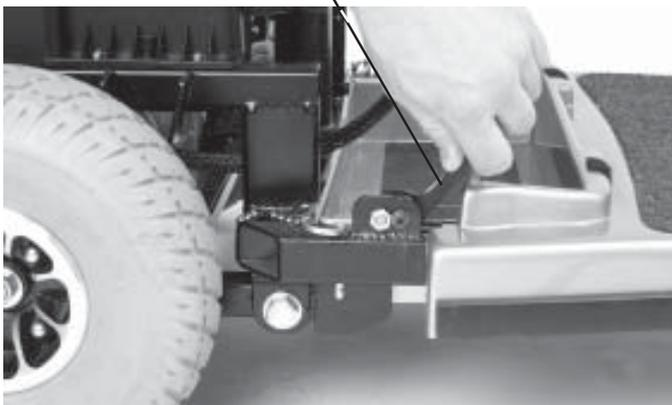

FIGURE 23. LEVIERS DE BLOCAGE
10. Tirez les leviers de blocage vers l'avant et retirez les goupilles (voir les figures 23 et 24)